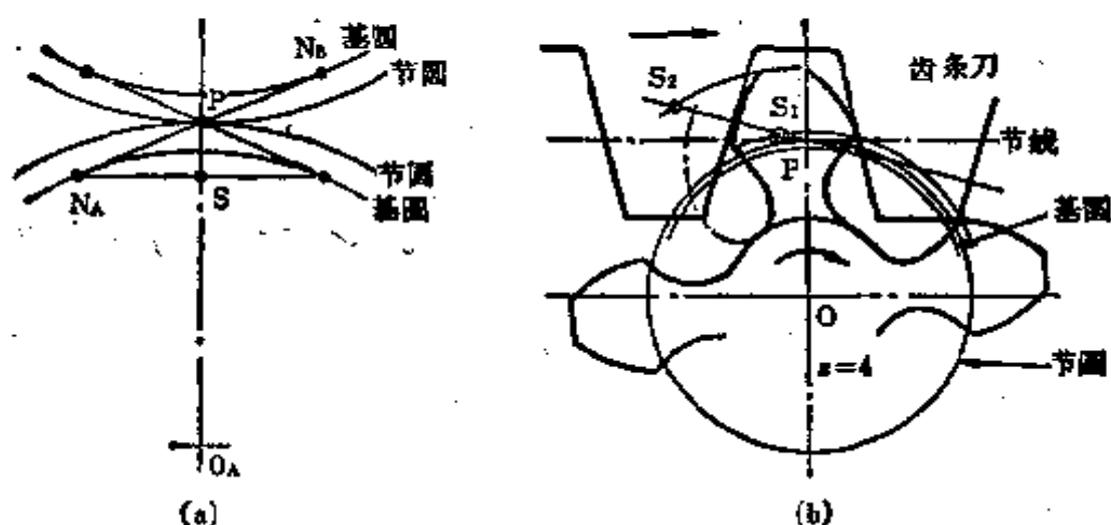

图3.37 齿的根切
**【解说】** 渐开线齿轮啮合时，在齿数少和齿数比大的情况下，有时大齿轮的齿顶碰上小齿轮的齿根而不能旋转(把这种现象称作齿的干涉)，或切去齿根(把这种现象称作齿的根切)。图3.37(b)是使用齿条刀发生齿的根切例子。使用齿条刀进行标准直齿轮切齿时，不发生根切极限齿数的理论值，可用上式求出。